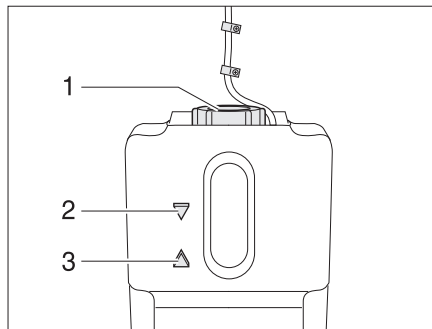

Fig. 291 Vase d'expansion pour le chauffage à eau chaude
- Contrôler si le liquide se trouve entre les marques "MIN" (Fig. 291,3) et "MAX" (Fig. 291,2) sur le vase d'expansion (Fig. 291).
- Ouvrir le bouchon du vase d'expansion (Fig. 291,1).